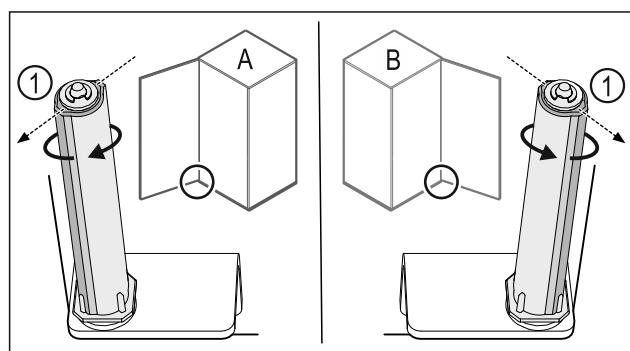

Fig. 51 Battuta a sinistra (A) / battuta a destra (B)
- Ruotare il sistema di chiusura contro la resistenza fino a quando la sporgenza del sistema di chiusura Fig. 51 (1) non è rivolta verso l'esterno.